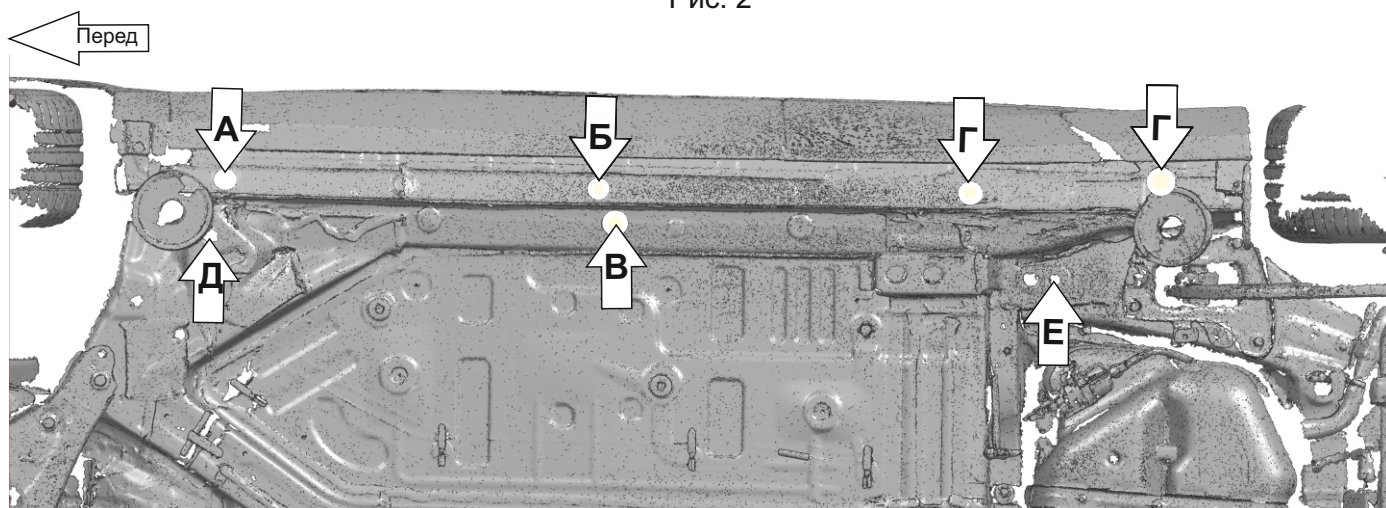

Рис. 3
3. Установить закладные М8 в отверстия (А),(Б),(Г) (Рис. 3).
4. Установить закладные М10 в отверстия (Д),(В),(Е) (Рис. 3).